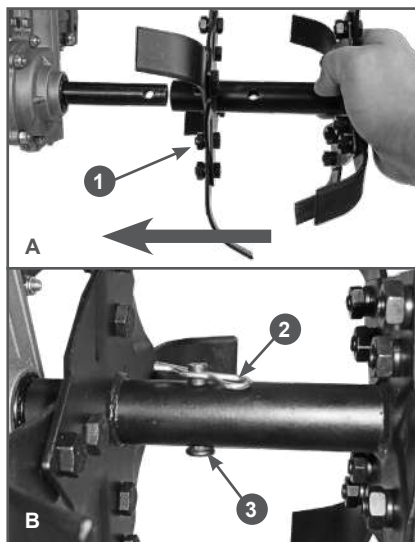

Рис. 4. Установка фрез
3. Установите фрезы 1 на выходной вал редуктора (Рис. 4А). Совместите отверстия во фрезах и выходном вале редуктора и вставьте в отверстия пальцы 3. Зафиксируйте пальцы 3 шплинтами 2 (Рис. 4В).